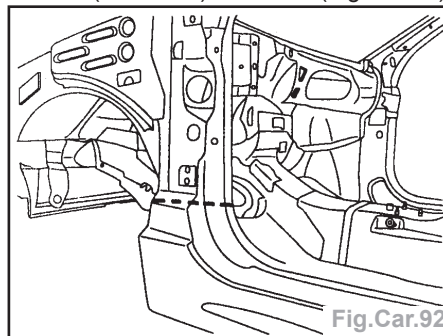

Fig.Car.92
- les coupes par cordons successifs au MIG (suivant **C**) et meuler (Fig.Car.92),